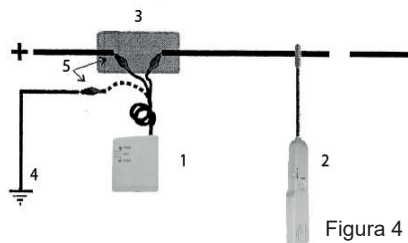

Figura 4
6. Continuați în această modalitate până ce semnalul sonor semnalează integritatea circuitului. În cazul în care semnalul sonor dispăre, înseamnă că sonda a trecut peste o conexiune deschisă, întreruptă sau conectată greșit. Vezi figura 4.